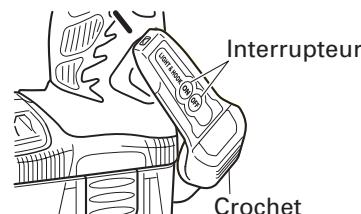

Fig. 11
- (1) Appuyer sur l'interrupteur pour allumer la lampe. Si on l'oublie, la lampe s'éteint automatiquement 15 minutes plus tard.
- (2) Il est possible de régler la direction de la lampe dans la plage des positions 1 à 5 du crochet. (Fig. 11)